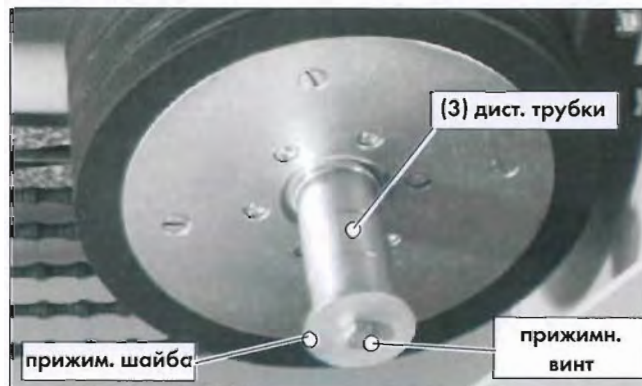

Рис. 5.6 CSA • 1001, крепление роликов накопителя на валу
- Зафиксируйте ролики на CSA • 1001 Н с дистанционными трубками и прижимной шайбой с винтом на оси (Рис. 5.6).